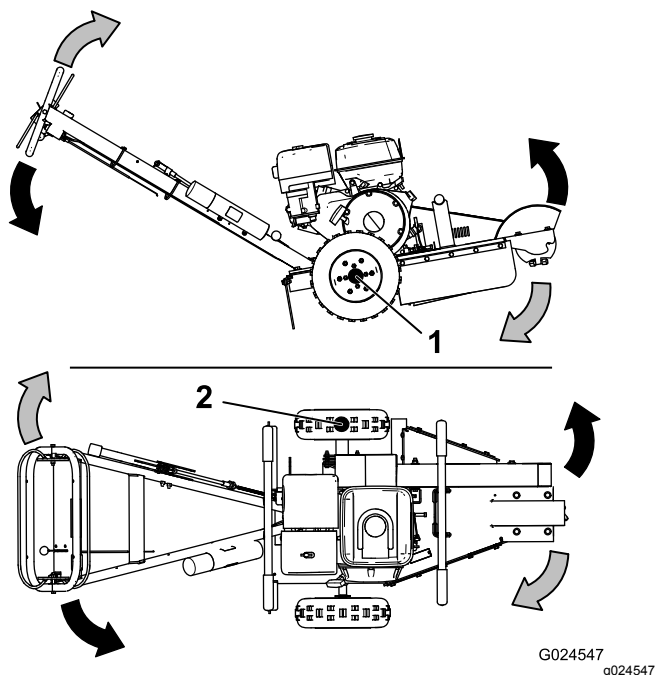

Figura 9
2. Spingete la maniglia in basso a sufficienza per sollevare la ruota di taglio da terra (Figura 9).
5. Fate oscillare la ruota di taglio da 1 lato (Figura 9), quindi abbassatela di circa 1 - 2,5 cm sull'angolo anteriore superiore del ceppo.